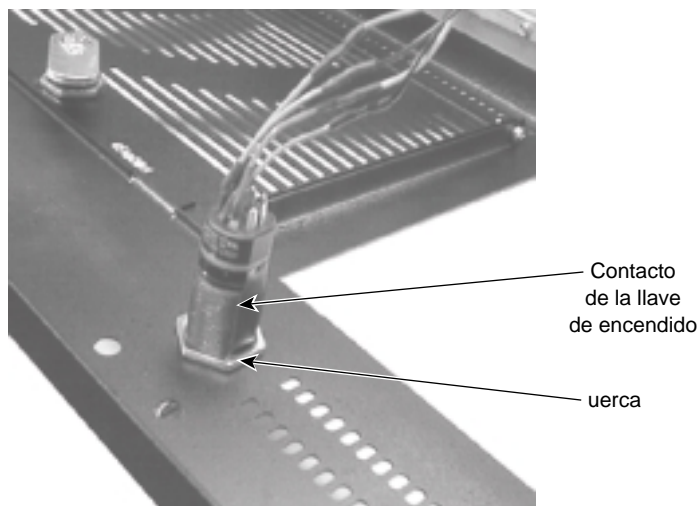

Figura 9-22 Extracción del contacto de la llave de encendido
4. Extraiga la tuerca que fija el contacto de la llave de encendido al panel frontal y retire el contacto. Consulte la Figura 9-22.